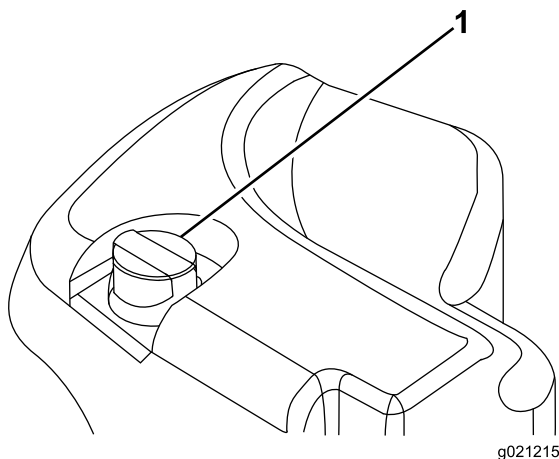

Figure 34
2. Nettoyez la surface autour du goulot et du bouchon de remplissage du réservoir hydraulique (Figure 34).